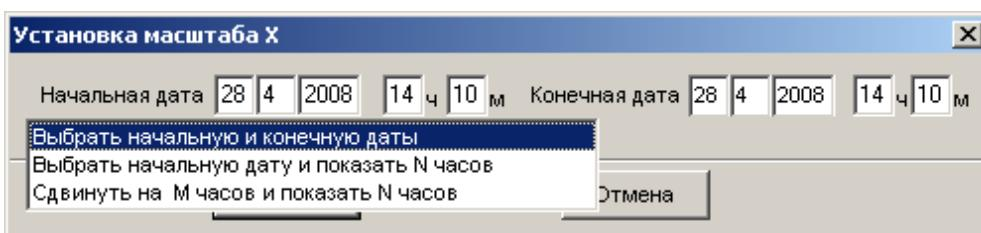

Рис. 33. Окно установки масштаба оси X.
- Задать масштаб X (Ctrl+Alt+X)** - задать вручную начало и конец области просмотра по оси X. При этом появляется окно, показанное на рис. 33. Для выбора режима масштабирования необходимо нажать клавишу ↓, при помощи управляемых клавиш и клавиши Enter выбрать нужную строку и, в зависимости от выбора, ввести нужные параметры: